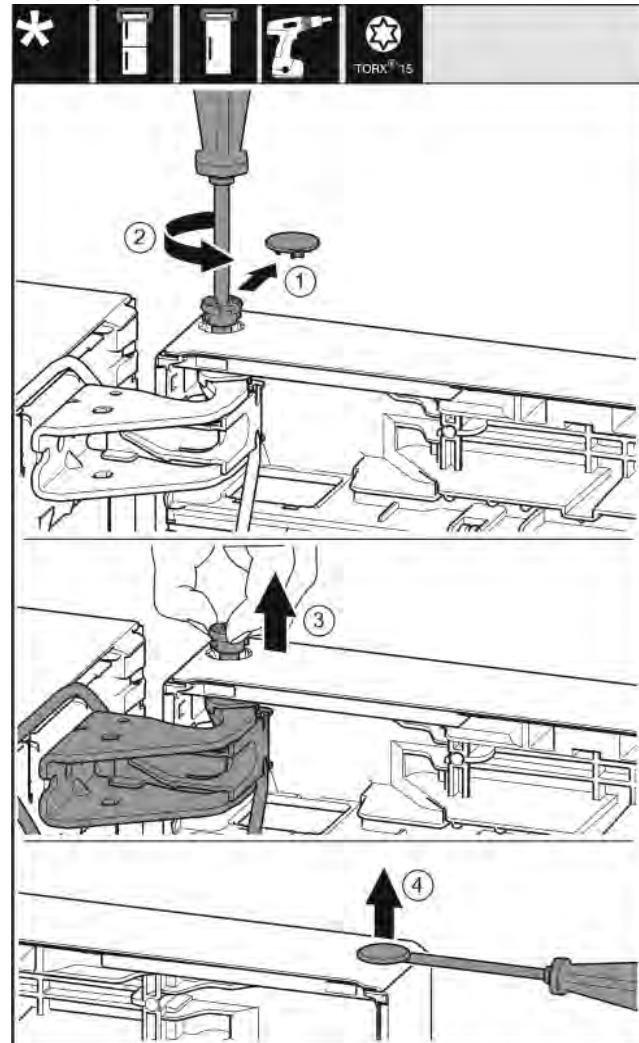

Fig. 18
- Осторожно снимите предохранительную крышку. Fig. 18 (1)
- Немного выкрутите палец отверткой T15. Fig. 18 (2)
- Удерживая дверь, извлеките палец вручную. Fig. 18 (3)
- Осторожно приподнимите и извлеките при помощи шлицевой отвертки заглушку из опорной втулки двери. Fig. 18 (4)